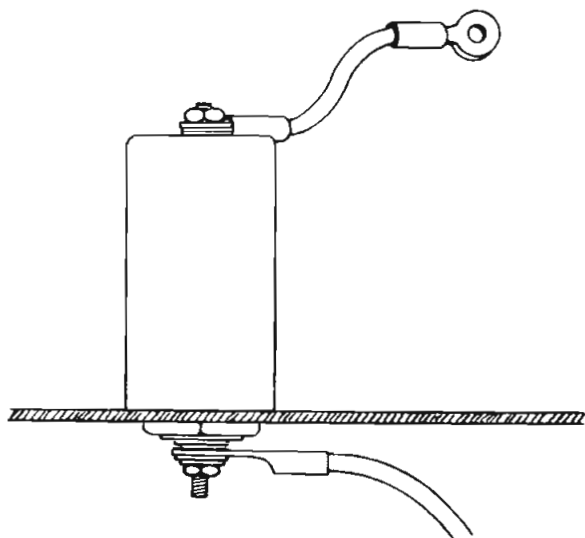

Fig. 5
4. Bevestig de condensator **altijd** op hetzelfde metalen deel waar de storingsbron op is bevestigd. Door de beugel om te keren, is het mogelijk het aardpunt van de condensator al naar omstandigheden zo dicht mogelijk bij de storingsbron te leggen. De bevestigingsmoer wordt alleen dan gebruikt wanneer de condensator in een schot moet worden gemonteerd (fig. 5) b.v. het brandschot. Wordt de condensator, zoals meestal het geval is, met de beugel vastgezet, dan verdient het aanbeveling de bevestigingsmoer te verwijderen, teneinde te voorkomen